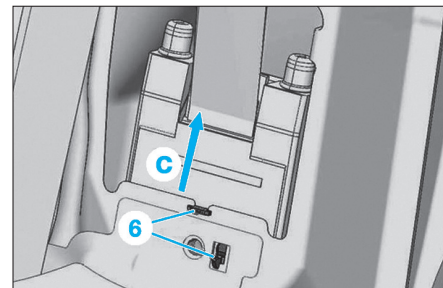

Fig. 22
- Déverrouiller les ergots de maintien (6) suivant (c) (Fig.22).